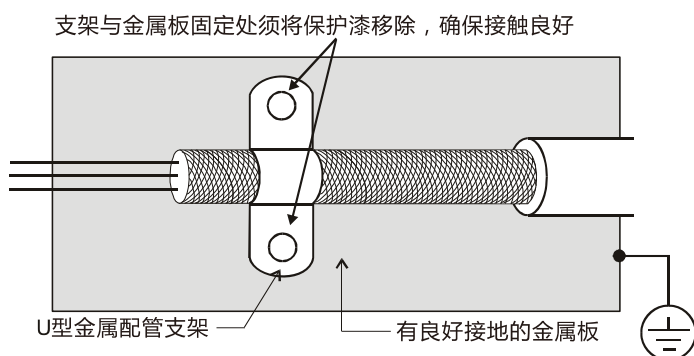

图 1
2. U 型金属配管支架与金属板固定处需将保护漆移除，确保接触良好，请见图 1 所示。